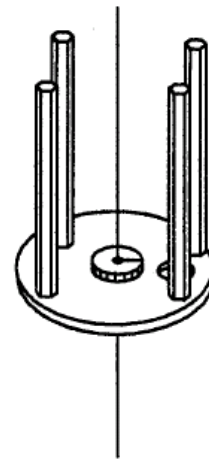

Fig. 11
- El centrado del anillo se ha ajustado en fábrica. Si es necesario realizar un nuevo ajuste, es necesario tener en cuenta los siguientes puntos (Fig. 11):